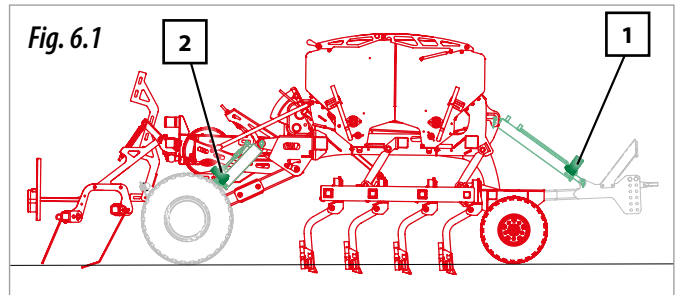

Fig. 6.1
El control de profundidad general regula la altura general de toda la máquina (en rojo, Fig. 6.1). La altura se regula mediante unos **TOPES** (en verde oscuro, Fig. 6.1) ubicados en los pistones (en verde claro, Fig. 6.1) de:
- 3- Sacar o colocar topes a los pistones de las ruedas de flotación (2, Fig. 6.1) y de la lanza (1, Fig. 6.1).